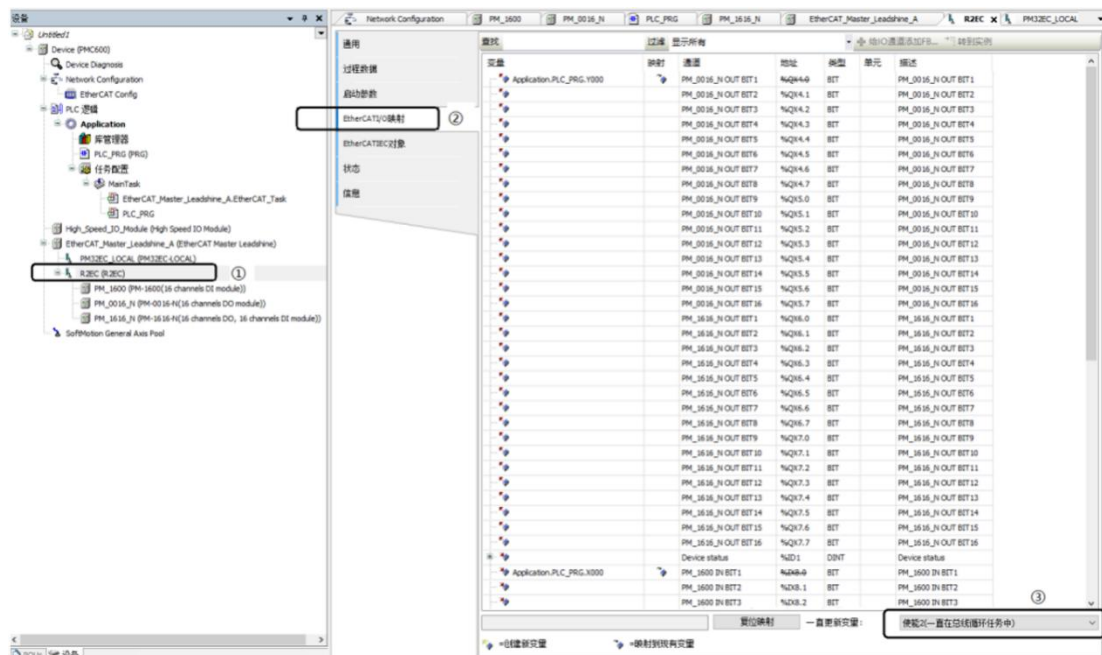

图 11.12 设置 R2EC 的变量更新形式
- ① 鼠标左键双击“R2EC(R2EC)”进入耦合器设置界面；
- ② 鼠标左键单击选择“EtherCAT I/O 映射”进入变量设置界面；
- ③ 在右下角“一直更新变量”选择“使能 2（一直在总线循环任务中）”，如图 11.12 所示。